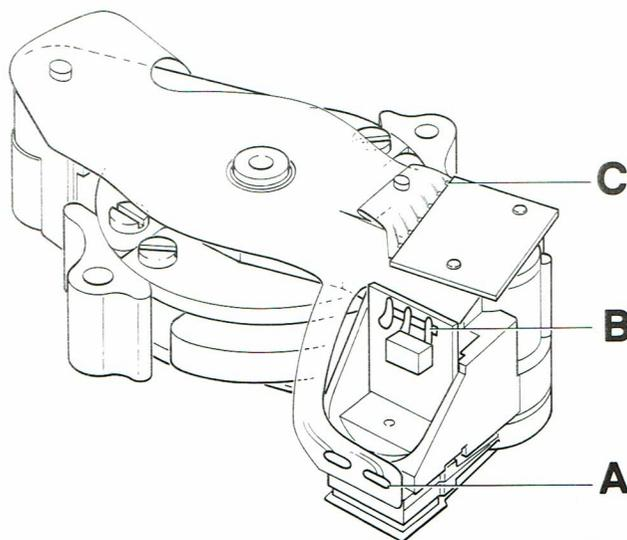

Fig. 2
- Dessouder les connexions A V du circuit imprimé flexible. (voir Fig. 2).
- Relier les connexions A et B (voir Fig. 2).